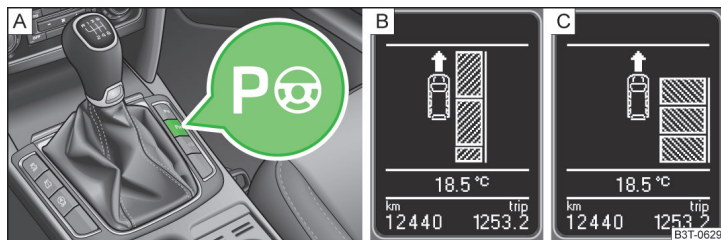

Fig. 149 Tecla de sistema / indicador de pantalla
Con el sistema activado, se enciende en la tecla el testigo  » fig. 149 de la página 166 - .
- Pulse **un vez** la tecla de símbolo **P** » fig. 149.
En la pantalla se muestra lo siguiente » fig. 149 - [B].
- Pulse **dos veces** la tecla de símbolo **P** » fig. 149.
En la pantalla se muestra lo siguiente » fig. 149 - [C].
- Pulse un vez la tecla de símbolo  » fig. 149 de la página 166.